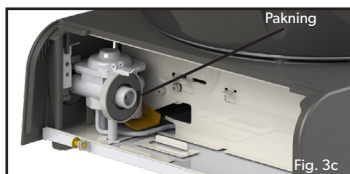

Fig. 3c
- Kontroller, at tætningen (fig. 3c) er på plads og er i god stand, før du tilslutter patronen.